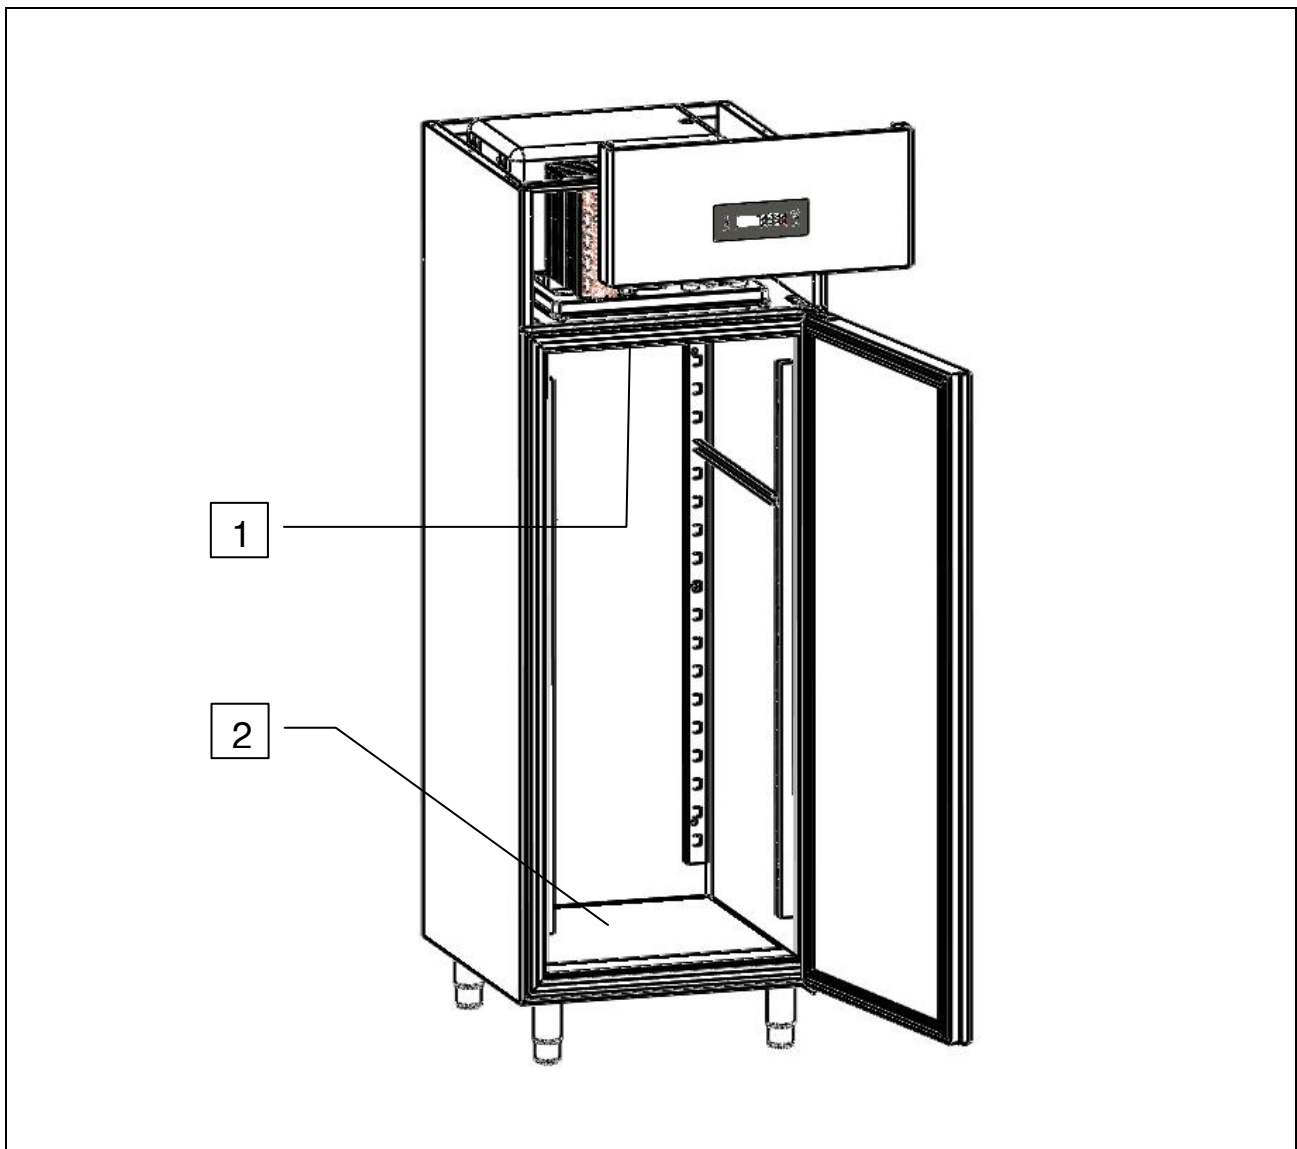

Abb. 4
- bei verstopften Luftleitungen (Ref. 1, Abb. 4);
- mit unterschiedlichen Lebensmittelprodukten (Speisen und Getränke), die dicht an den internen Lüftungsgittern (Ref. 1, Abb. 4) oder direkt auf dem Innenraumboden (Ref. 2, Abb. 4) stehen.